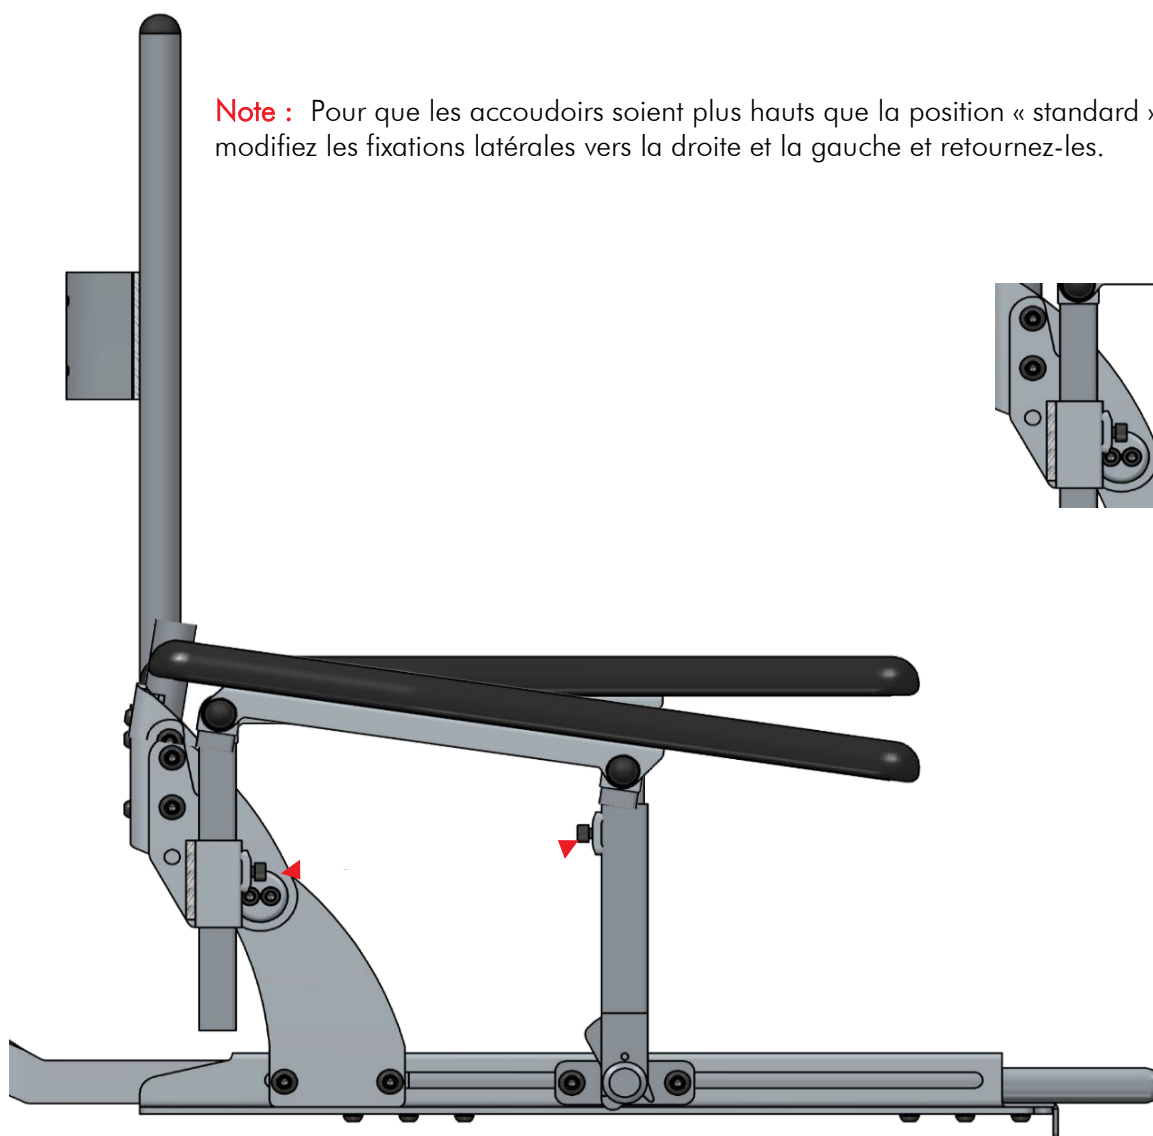

Figure 5
1. Desserrez les quatre boulons (fig. 5 – pos. A).
3. Serrez les quatre boulons (fig. 5 – pos. A).